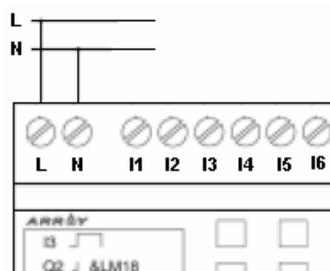

Figura. 6.20. Conexión de la alimentación del PLC
4. Para alimentar al PLC con energía se conecta al terminal L una fase de 110VAC y al terminal N el neutro como se muestra en la Figura 6.20: